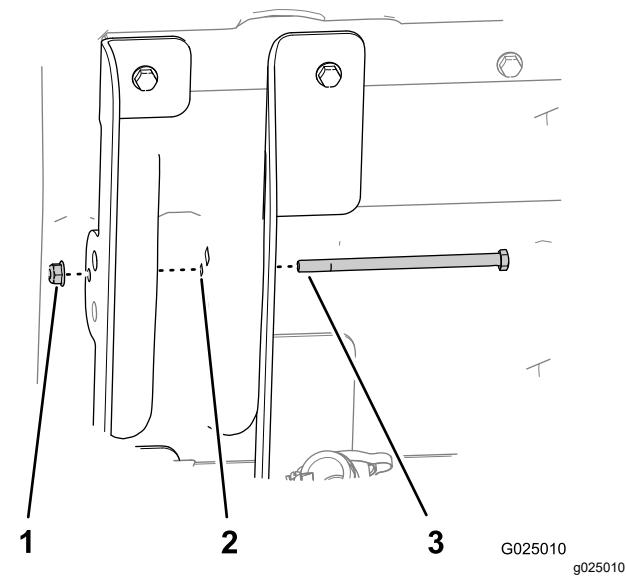

Figure 6
- Insérez le boulon à tête hexagonale (5/16 x 5½") dans le trou de 8 mm du support de levage intérieur (brides longues), la structure du plateau et le support de levage extérieur (brides courtes), comme montré à la Figure 6.
- Fixez le boulon avec l'écrou à embase (5/16") serré à la main (Figure 6).
- Serrez l'écrou à embase qui fixe le boulon ($5/16"$) jusqu'à ce qu'il soit bien serré (Figure 6).